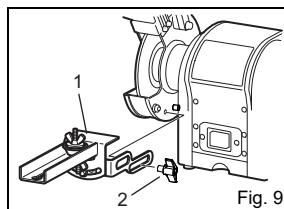

Fig. 9
■ Montez et fixez le kit d'affûtage de lame de scie tel qu'en Fig. 9.